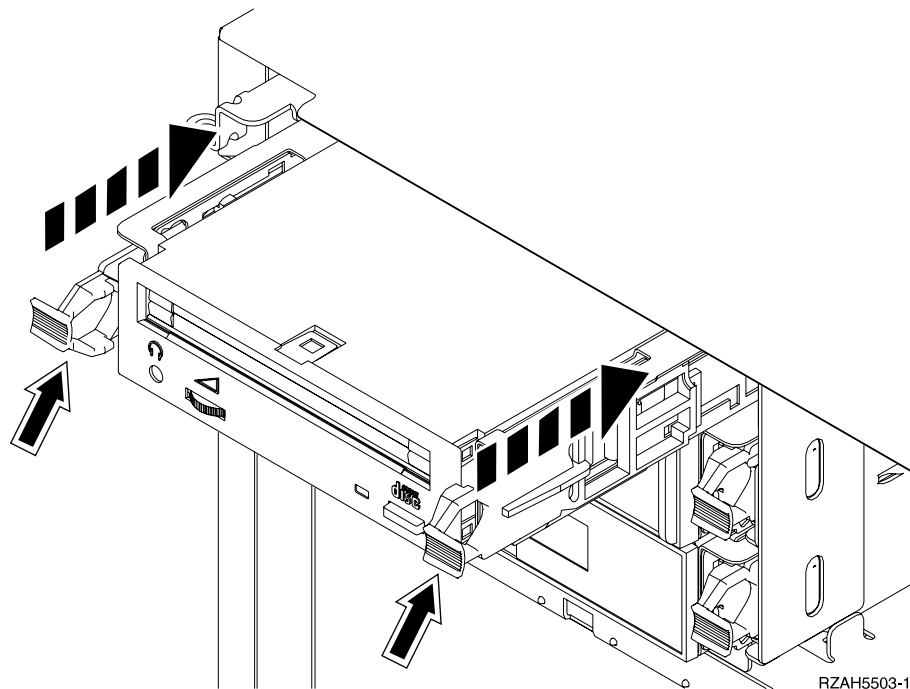

Figure 41. Installation de l'unité amovible
- 14. Comme illustré à la figure 41, introduisez à moitié l'unité amovible dans le premier emplacement disponible en la maintenant par le dessous. Ne la poussez pas plus loin.